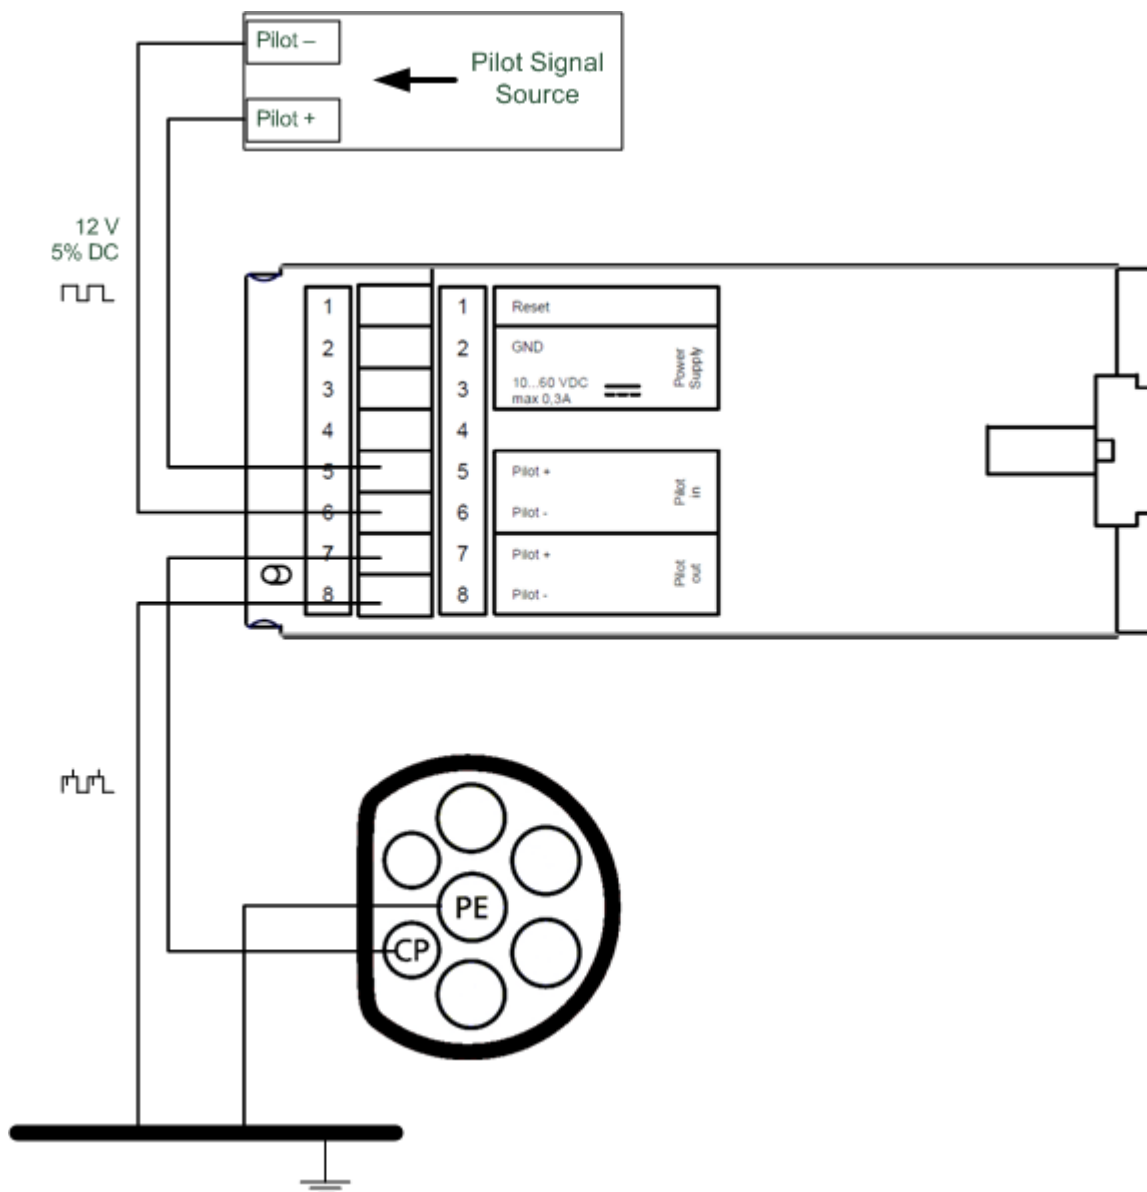

Abbildung 4: Anschluss des Pilotsignals – Verwendung in einer Ladestation
- ❗ Um Verschleppungen des Powerline-Signals zu minimieren, sollte die Verbindung zwischen PE und dem negativen Pilotleitersignal an der Ladesteckdose, d.h. an der Seite von „Pilot Out“ erfolgen. Die beiden Signale „Pilot In +“ und „Pilot In –“ sollten ohne PE-Bezug direkt an die Pilotsignalquelle angeschlossen werden. Siehe Abbildung 4.
- ❶ Wenn die Datenleitungen (Pilot Out) zusammen mit höheren Spannungen als SELV/PELV in einem gemeinsamen Kabel geführt werden, sind die jeweils gültigen Vorschriften zur Trennung von SELV/PELV-Stromkreisen einzuhalten.
- ❶ Um das Gerät zurückzusetzen, muss der Reset-Eingang für mindestens 100 ms mit GND verbunden werden.